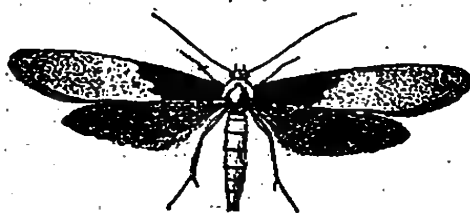

Fig. 498, 499. — Teigne et sa larve.
6. Autres insectes nuisibles. — On peut encore citer: les *teignes* (fig. 498; 499), petits papillons de nuit, dont les chenilles rongent les étoffes et les fourrures; les *biâtes* ou *cafards*, hôtes désagréables des boulangeries, magasins, etc. et qui dévorent toutes les matières animales ou végétales laissées à leur portée; les *punaises* (fig. 500), qui habitent les maisons malpro-